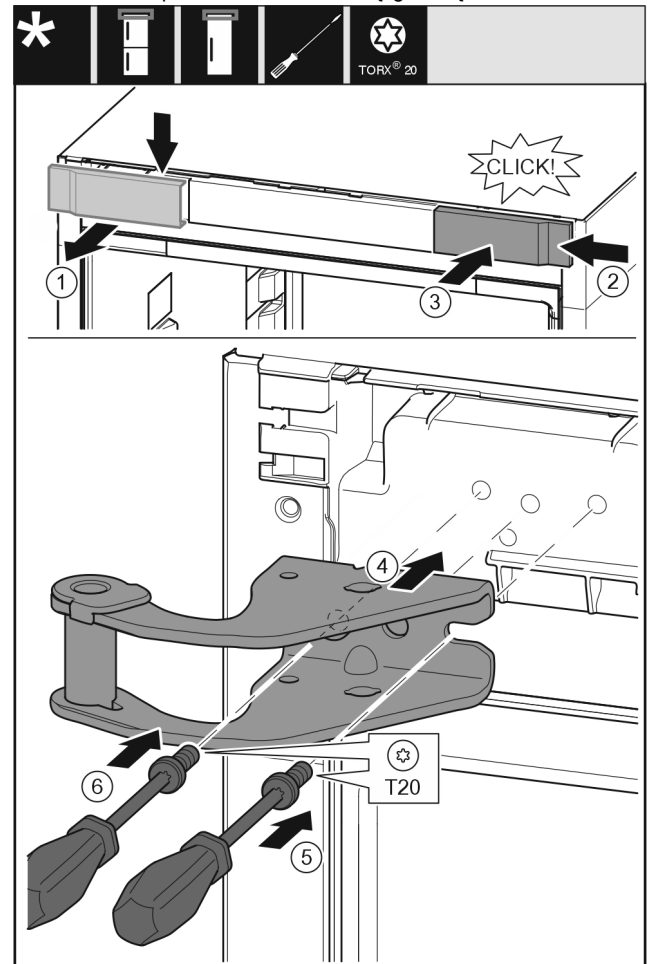

Fig. 11
- ▶ Nuimkite dengiamąją plokštelę iš viršaus į priekį. Fig. 11 (1)
- ▶ Dengiamąją plokštelę, pasukę 180°, užkabinkite kitoje pusėje iš dešinės. Fig. 11 (2)
- ▶ Užfiksuokite dengiamąją plokštelę. Fig. 11 (3)
- ▶ Uždėkite viršutinę atraminę gembę. Fig. 11 (4)
- ▶ Įkiškite varžtą atsuktuvu T20 ir tvirtai prisukite. Fig. 11 (5)
- ▶ Įstatykite varžtą atsuktuvu T20 ir tvirtai prisukite. *Fig. 11 (6)*